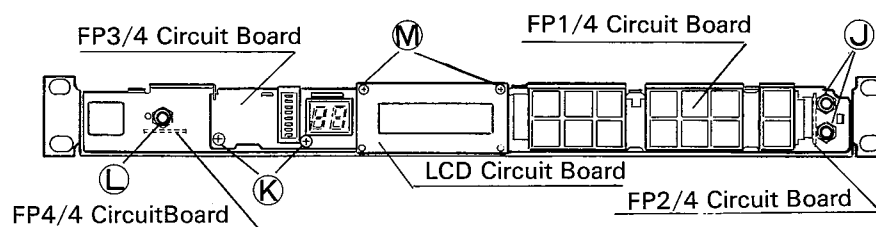

Fig. 5
(Refer to Fig. 5)
- サブシャーシ右端にある六角ナット⑥ (φ2個を外します。(Fig.5 参照)
- ADシート上のコネクタを外し FP3/4シートを取出します。 (Fig. 5 参照)
(Fig. 5 参照)